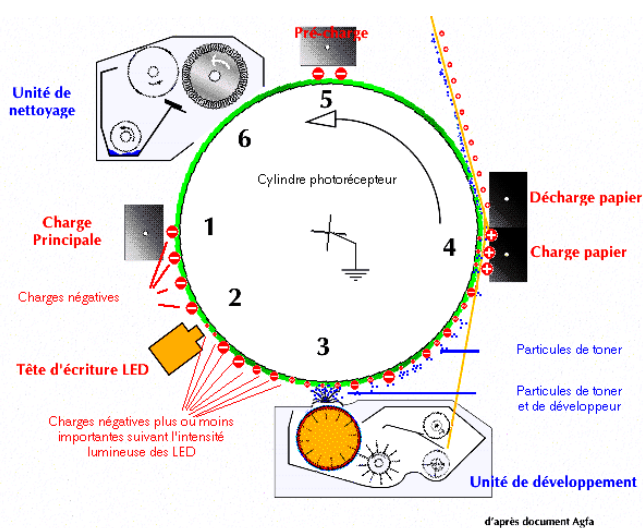

Fig.4 : cycle de fonctionnement de l'impression électrophotographique
- l'électrophotographie (fig. 4)